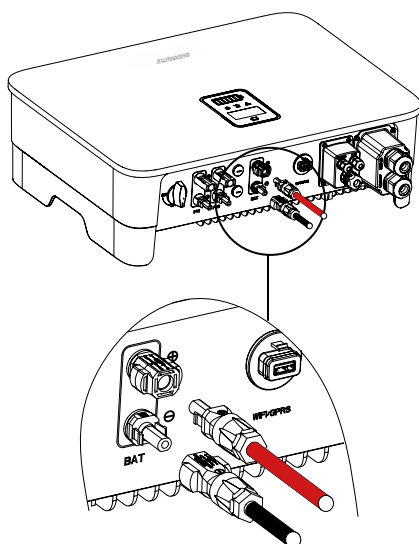

Fig. 34. Conexión de la batería.
6. Inserte los conectores positivo y negativo en los terminales respectivos de la batería del inversor. Un "clic" garantizará el correcto ensamblaje, como se muestra en la Fig. 34.